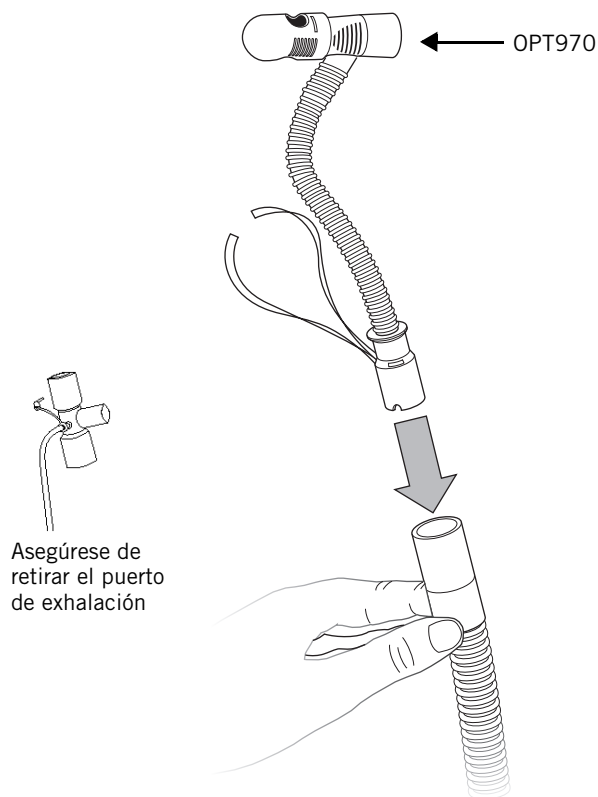

Figura 7-5: Interfaz de traqueotomía de flujo alto conectada directamente al circuito del paciente
1. Si hay un puerto de exhalación (PEF, PED, etc.), retírelo y conecte la OPT970 directamente al circuito (como se muestra en la Figura 7-5).